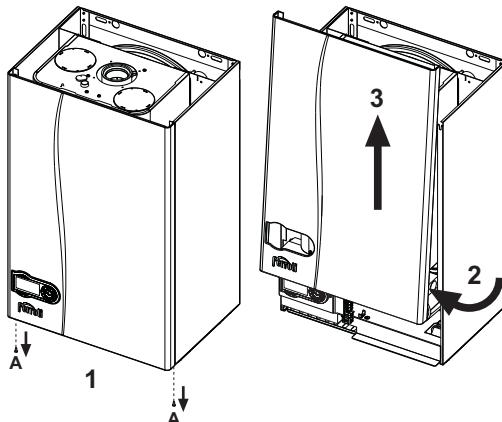

рис. 27 - Снятие кожуха
- Отвинтите винты "A" (см. рис. 27).
- Поверните кожух (см. рис. 27).